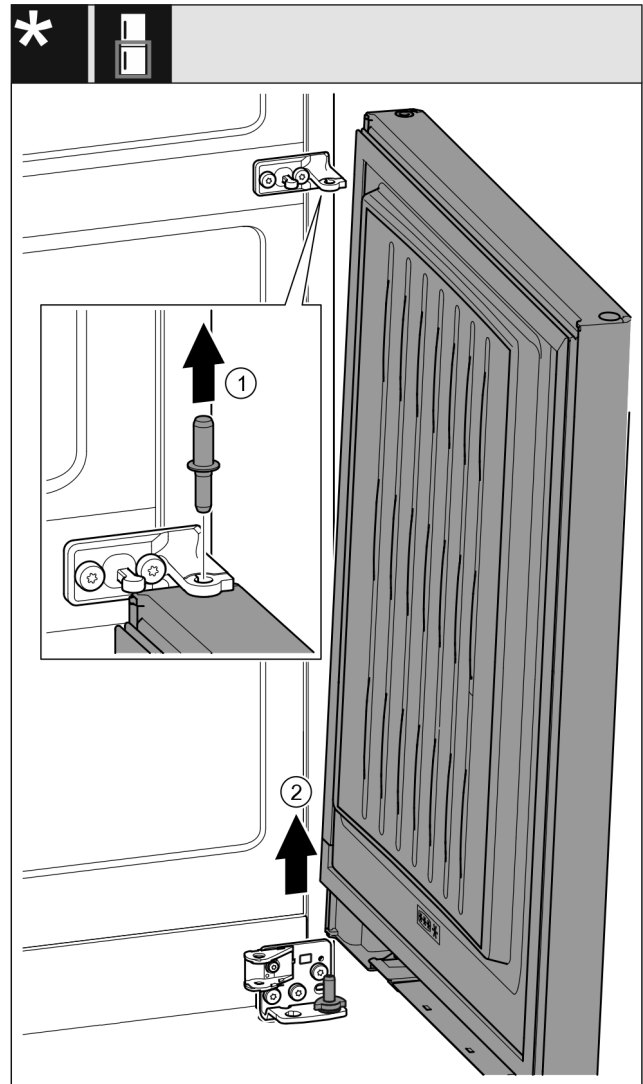

Fig. 27 Con ammortizzatore di chiusura*
- Estrarre il perno Fig. 27 (1) verso l'alto.*
- Ruotare all'esterno la porta Fig. 27 (2), tirarla verso l'alto e disporla a lato.*